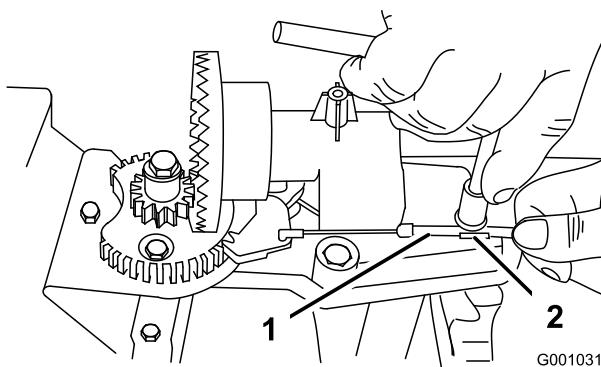
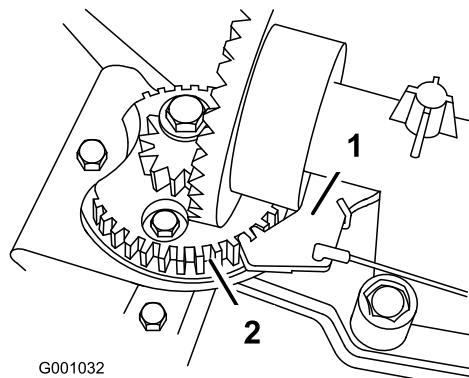

Figura 47
Figura 48
- Allentate il bullone sul serrafile per cavi (Figura 47).
- Afferrate la guaina del cavo e spostatela verso la parte anteriore della macchina finché il fermo del camino di scarico non s'innesta completamente nei denti degli ingranaggi (Figura 47 e Figura 48).
Nota: Il fermo a molla si inserisce automaticamente tra i denti degli ingranaggi (Figura 48).